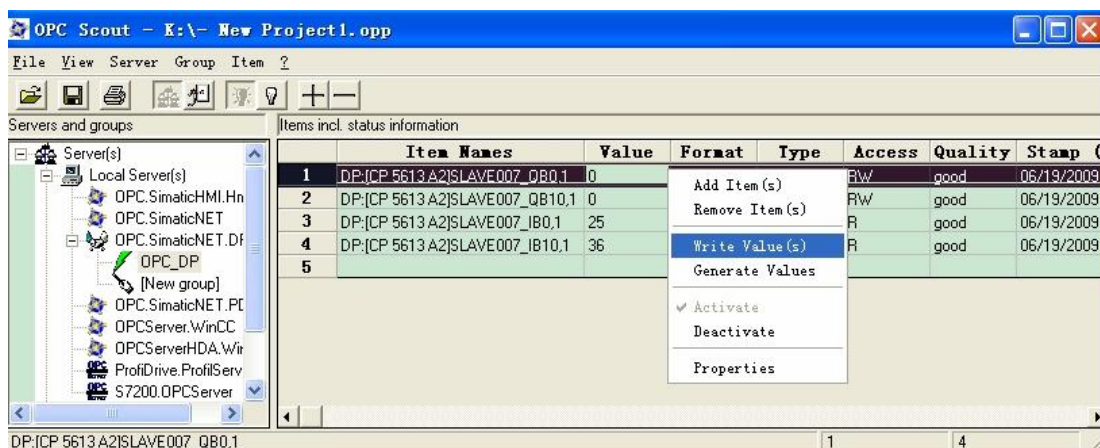

图 35 OPC Scout 修改 Q 区变量
7. 在 OPC Scout 中对 Q 区变量赋值，右击需要修改的通道，选择“Write Value(s)”，如图 35。